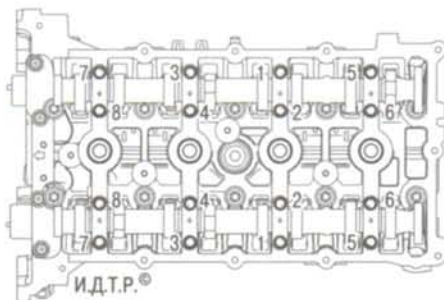

Рис. 5.21. Порядок затяжки болтов крышек распределительных валов на 1-м этапе
10. Установите крышки подшипников распределительных валов и затяните болты их крепления в порядке, показанном на рис. 5.21 и 5.22, в три этапа:
1-й этап — затяните болты 1–8 (см. рис. 5.21) моментом 2,0 Н·м;